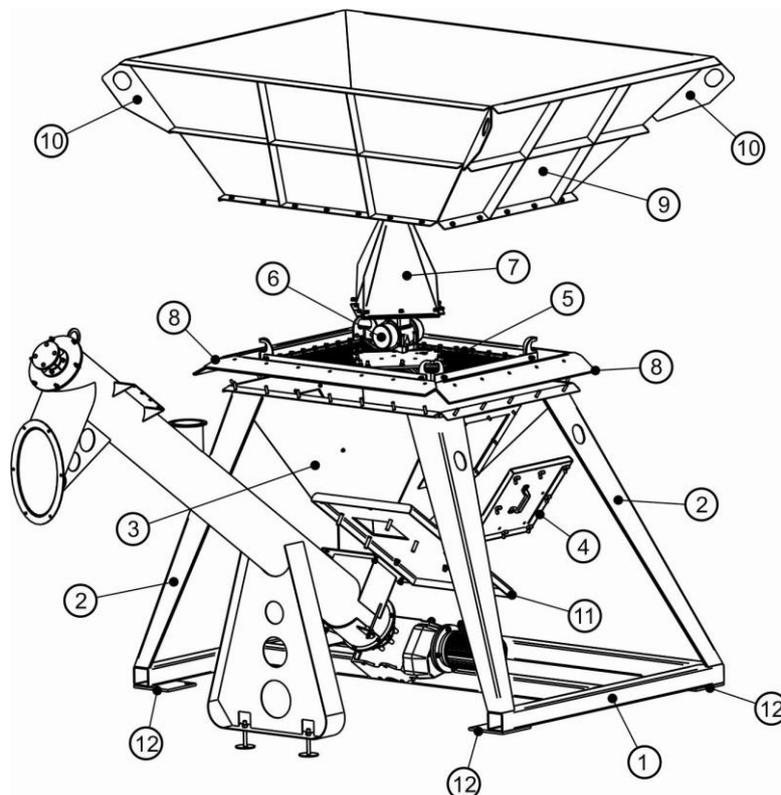

Рис.15 Бункер сырья
Бункер сырья (Рис.15) состоит из рамы (1), опор (2), нижней (несъемной) части емкости (3), в боковых стенках которой имеются люки обслуживания, закрытые крышками (4). На отбортовке нижней (несъемной) части емкости (3) установлена решетка просеивания, которая в свою очередь состоит из перфорированных элементов (5), в центре которых установлен электромеханический вибратор (6) ИВ-99Б. Вибратор закрыт защитной пирамидой (7), которая так же может выполнять функцию разрывателя дна мягких контейнеров типа «Биг-Бэг». По краям перфорации (5) закреплена резиновая полоса (8), служащая для предотвращения передачи вибрации на раму (1) и опоры (2) бункера. На отбортовке нижней (несъемной) части емкости (3) установлена верхняя (съемная) часть емкости (9) с петлями – проушинами (10), служащими для транспортировки и кантовки конструкции. Внизу нижней (несъемной) части емкости (3) расположен плоский затвор (11) с реечным механизмом открывания-закрывания. В углах рамы (1) имеются площадки (12) с отверстиями для анкерования конструкции.